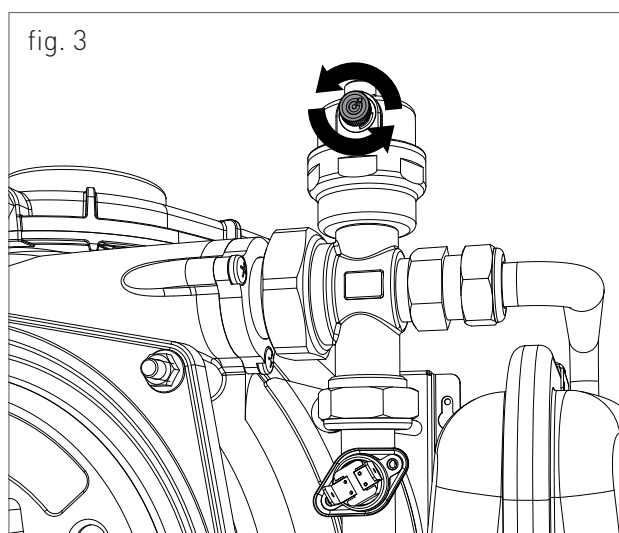

fig. 3
2. aflojar ligeramente el tapón del purgador situado en la parte superior de la cámara de combustión (fig. 3) para eliminar el aire de la parte superior del sistema;